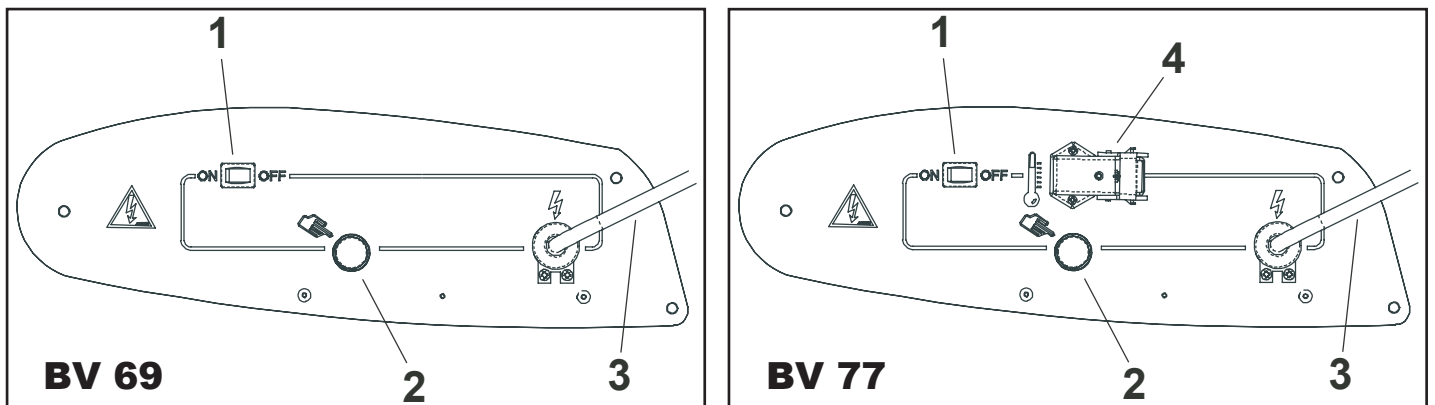

Fig. 2 (A - B)
- treceți contactorul în poziția marcată 1 (fig. 2) cu simbolul: ON, ventilatorul pornește și, după câteva secunde, începe arderea.
După prima pornire și după golirea totală a circuitului de motorină, curgerea combustibilului spre duză poate fi întârziată, ceea ce va determina semnalizarea aparaturii de control a flăcării, care va decupla încălzitorul. În acest caz, după aproximativ un minut, utilajul va fi recuperat manual, prin apăsarea butonului de pornire manuală 2 (fig. 2). Primele operații ce se vor executa în cazul în care utilajul nu poate fi pornit:
2. Apăsați butonul de cuplare manuală 2 (fig. 2);
Pentru a opri funcționarea utilajului trebuie acționat butonul care va fi trecut 1 (fig. 2) în poziția „off”. Flacăra se stinge, dar ventilatorul va continua să funcționeze până la răcirea completă a camerei de ardere.
Încălzitorul este dotat cu aparatură electronică de control a flăcării. Dacă are loc confirmarea unei deficiențe de funcționare, sau a mai multora, această aparatură va bloca utilajul, situație în care se aprinde indicatorul butonului de cuplare manuală 2 (fig. 2).